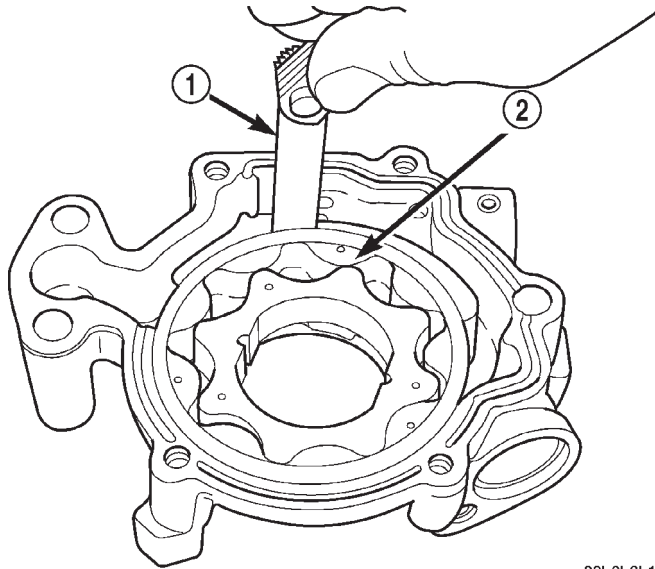

Abb. 132 Messen des Außenrotorspiels im Gehäuse
(6) Außenrotor in das Pumpengehäuse legen, gegen eine Seite des Pumpengehäuses drücken und Spiel zwischen Außenrotor und Pumpengehäuse messen (Abb. 132). Beträgt das Spiel 0,47 mm (0,0186 Zoll) oder mehr, muß die Ölpumpe ausgetauscht werden.